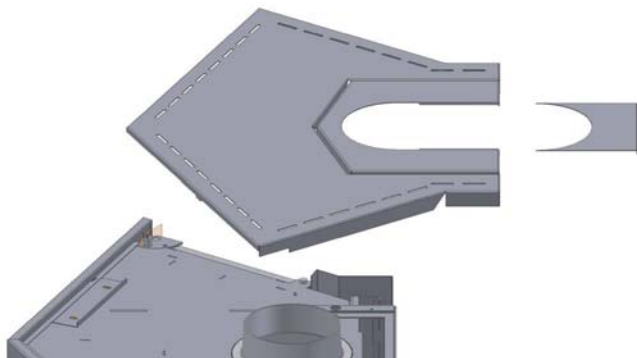

Figure 1 Enlevez la plaque supérieure en deux parties
4. Ecartez la plaque supérieure en deux parties du poêle pour éviter les dommages éventuels (voir la figure 1).